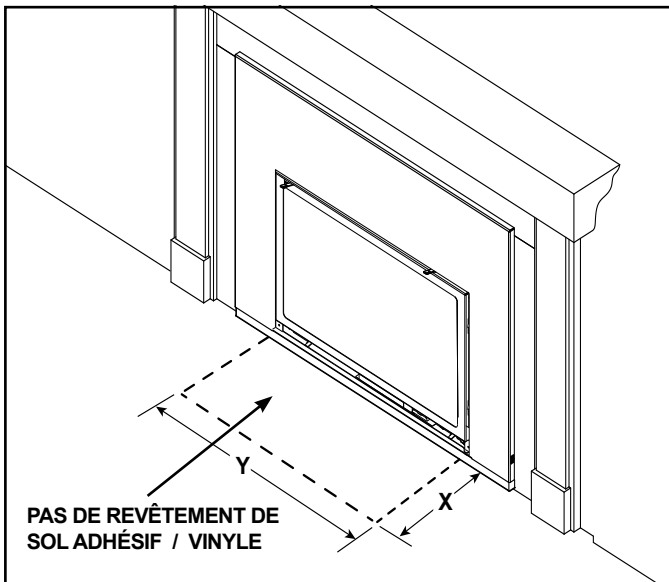

Figure 3.20 Âtre - Exception sur les matériaux inflammables
- Le plancher inflammable peut être situé devant l'appareil. Exception - pas de revêtement de sol adhésif / vinyle. Voir la figure 3.20.